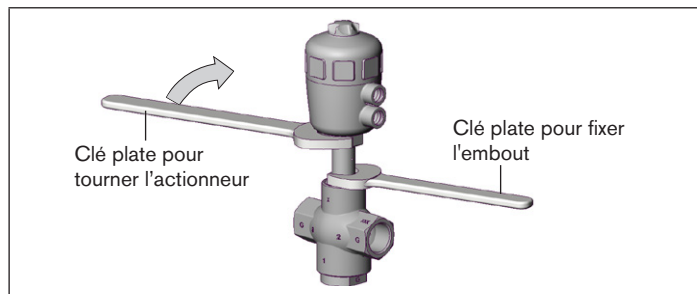

Fig. 10 : Tourner avec une clé plate
→ Positionner une clé plate appropriée sur le six pans de l'actionneur (voir « Fig. 10 »).
- ▶ Tournez l'actionneur uniquement dans le sens prescrit (voir « Fig. 10 »).